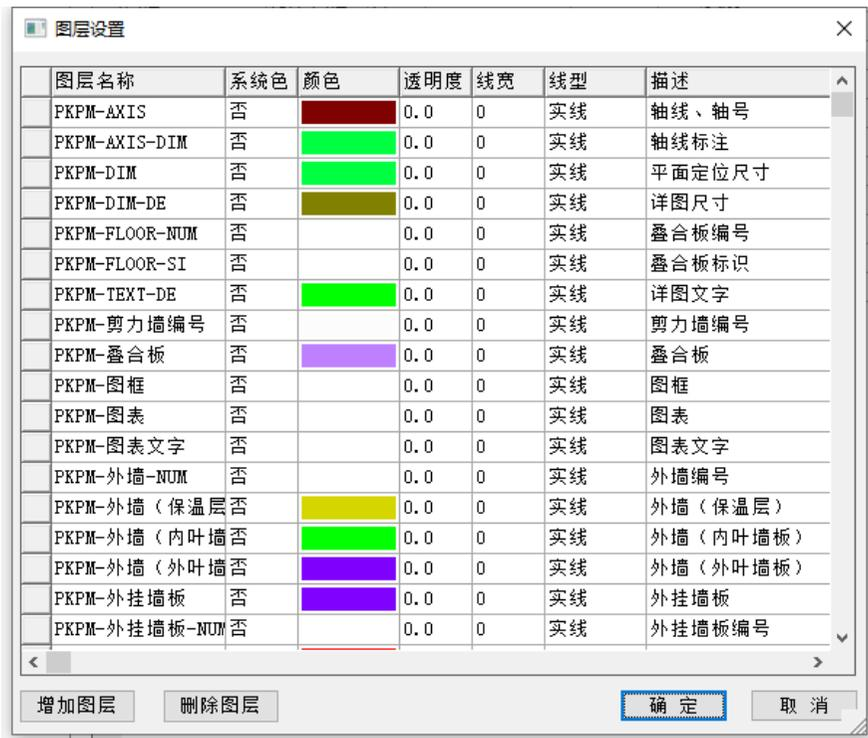

图 7.2-16 图层设置
- 图层管理：点击“图层管理”按钮，可进入到图层设置对话框，如图 7.2-16，可以设置图层名称、图层颜色、线宽线型及图层描述。也可以增加和删除图层。
- 区域 B: 图层选用区域。左侧树状列表中, 按照图纸类型, 可分别设置每类图素所属的图层。点击所属图层右侧的按钮, 如图 7.2-17, 可以链接到图层设置对话框 (图 7.2-16), 选择需要的图层, 确定之后, 即可将所选图层赋予该类图素类型。平面图填充图层页面, 可以设置装配式平面图中预制构件的填充图案、填充比例及所属图层, 如图 7.2-18。点击填充图案的按钮可以链接到填充设置对话框 (如图 7.2-19) 选择需要的填充样式; 在填充比例处, 可以设置填充图案的绘图比例; 也可设置所属图层, 操作方法同上。